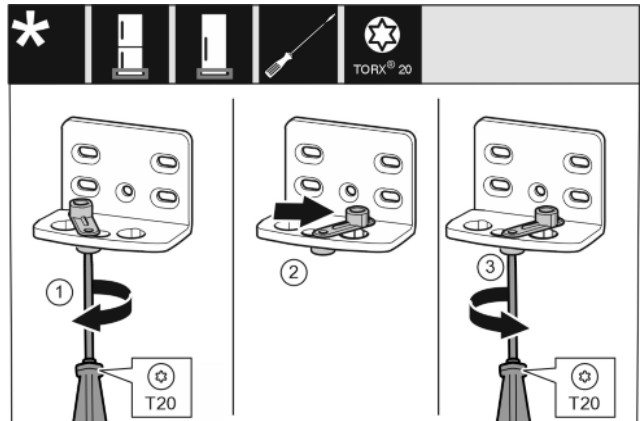

Fig. 14
- Înșurubați slăbit șurubul cu șurubelnița T20. Fig. 14 (1)
- Ridicați dispozitivul auxiliar de închidere a ușii și rotiți-l cu 90° spre dreapta în orificiu. Fig. 14 (2)
- Înșurubați ferm șurubul cu șurubelnița T20. Fig. 14 (3)